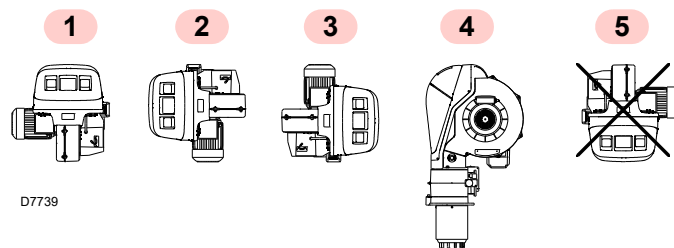

Abb. 9
- Der Brenner kann ausschließlich in den Stellungen **1**, **2**, **3** und **4** (Abb. 9) funktionieren.